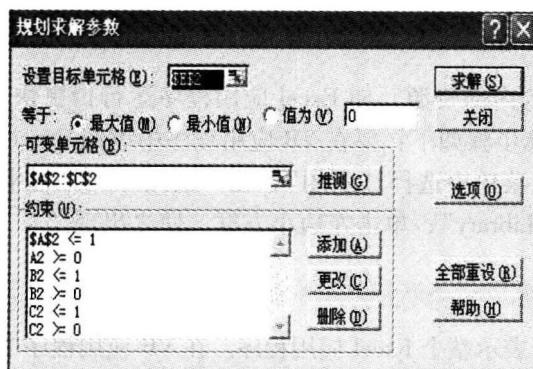
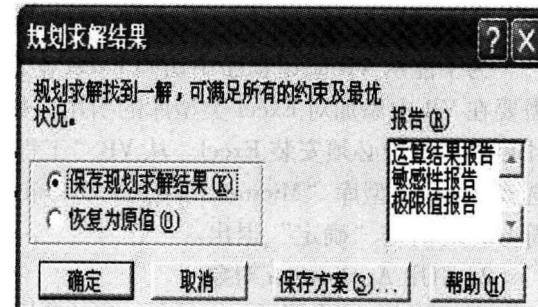

图1-5 Excel规划求解参数对话框
图1-6 Excel规划求解结果对话框
(7) 设置完成后，点击“确定”按钮，返回“规划求解参数”对话框，如图1-5所示，点击“求解(S)”按钮，显示“规划求解结果”对话框（图1-6），至此，输入完成。